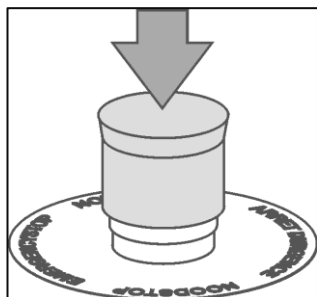

Рис. 5-1
- 1 Нажать на красный колпачок АВАРИЙНОГО выключателя (Рис. 5-1).